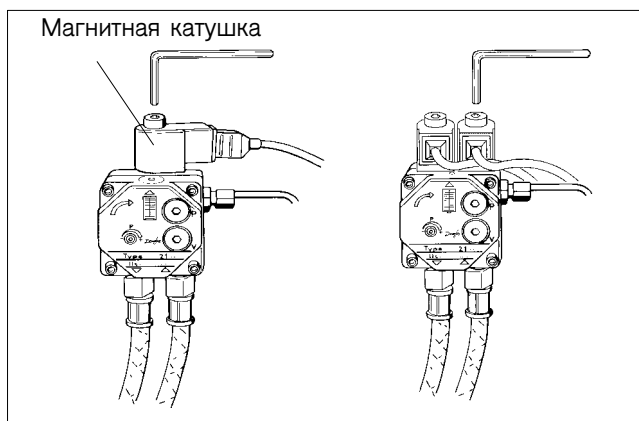

Рис. 1: Насос Danfoss (1 или 2-х ступенчатый)
- Открутить гайку магнитной катушки ключом с внутренним шестигранником (SW4). При двухступенчатом насосе (68кВт) открутить гайку магнитной катушки, расположенной справа (рис. 1).